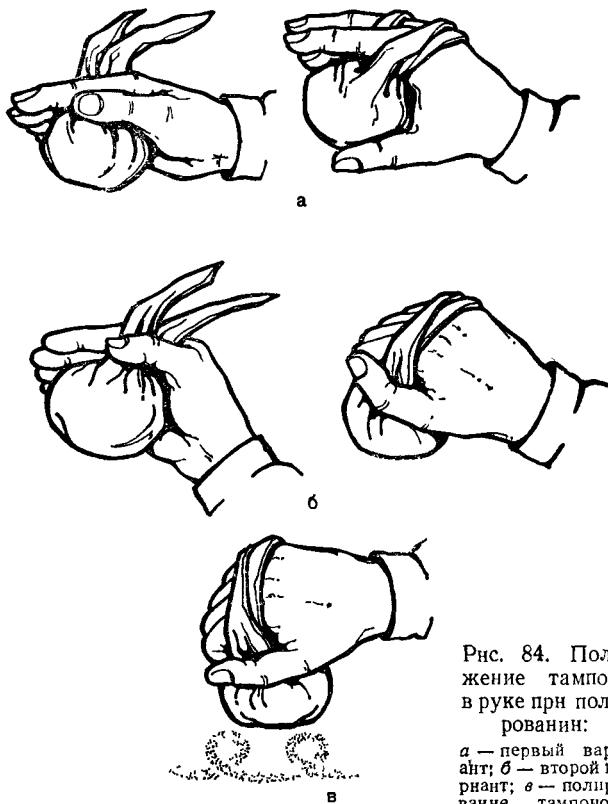

Рис. 84. Положение тампона в руке при полировании:
**Нанесение лаковых покрытий** осуществляется с помощью кистей или тампонов (рис. 84). Кистями ручниками и флейцами обычно наносят масляные лаки и нитролаки, тампонами наносят спиртовые лаки. В тех местах, где трудно лакировать тампоном (в углах, на резьбе и др.), спиртовый лак наносят кистью.